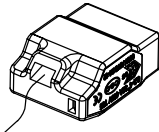

Figure 4
5. La fente de test est située à l'avant pour les tests de tension (Figure 4).